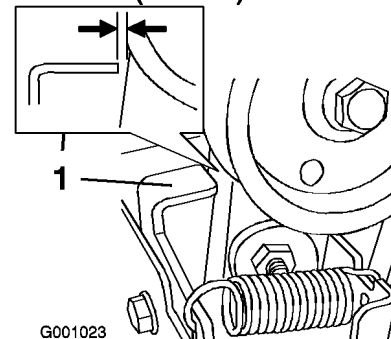

Bild 39
3. Kuppeln Sie den Schnecken-/Gebläseradhebel aus und stellen Sie sicher, dass der Abstand zwischen der Schneckenkupplung und der Lasche 1,5 mm beträgt (Bild 39).